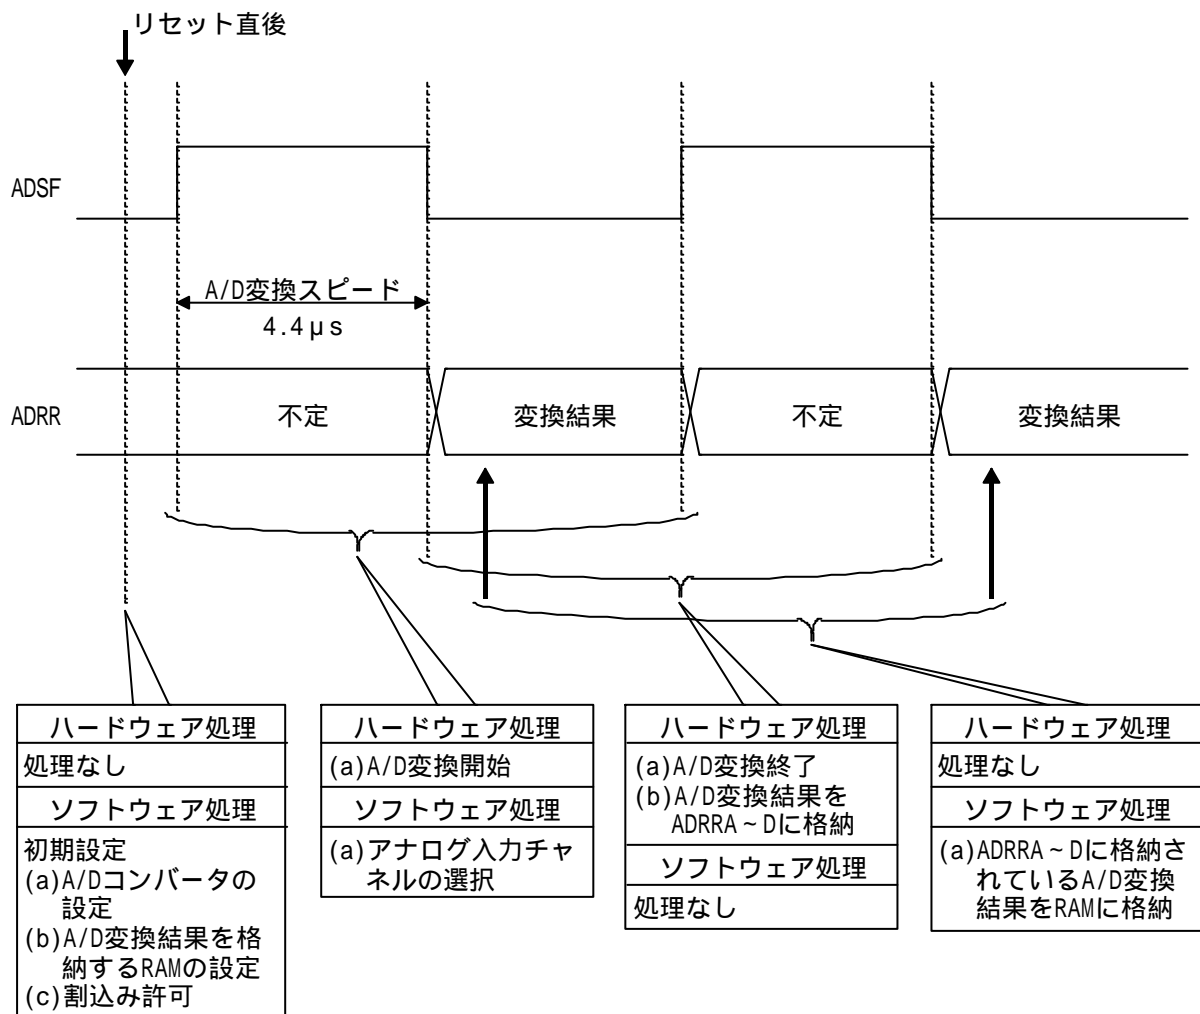

図3 4チャンネルA/D変換による電圧測定の動作原理
(1) 図3に動作原理を示します。図3に示すようなハードウェア処理、およびソフトウェア処理により4チャンネルA/D変換による電圧測定を行ないます。